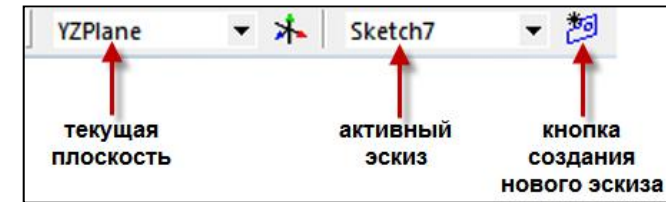

Рис. 3.15
– Дублирование (*Duplicate*). Выполняет копирование выделенных объектов в новый эскиз текущей плоскости. Перед выполнением команды нужно создать новый эскиз в текущей плоскости (рис. 3.15), после этого выделить точки или кривые в старом эскизе и активировать команду, кликнув на ней правой кнопкой мыши. Все выделенные объекты будут скопированы в новый эскиз;